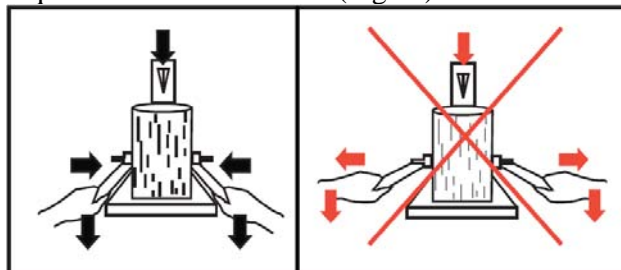

Fig.17 : c) Tenir fermement les leviers de contrôle
c) Tenez la bûche en maintenant fermement les leviers de contrôle (Fig.17)
Ne jamais ouvrir les supports de bûches lorsque le vérin est en action (Fig.17)